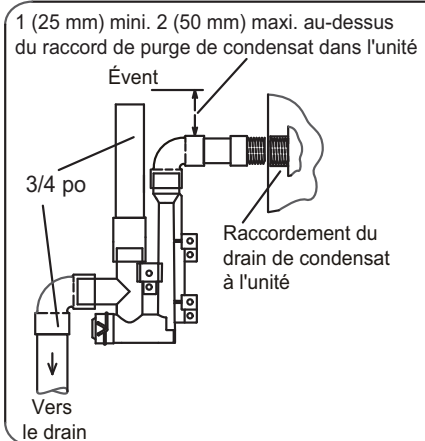

FIGURE 53
- 3 - Installer le bouchon sur l'ouverture de nettoyage à la base du purgeur. Fixer avec le collier. Voir FIGURE 53.
- 4 - Installer le purgeur avec des raccords en PVC appropriés et coller tous les joints. Coller le purgeur fourni comme illustré à la FIGURE 53. Acheminer le conduit de condensat jusqu'à un drain ouvert.